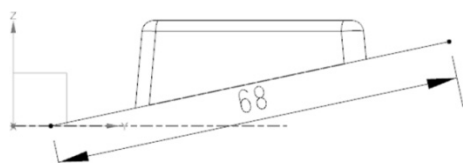

图 13-7 绘制一条直线
(18) 单击“拉伸”按钮，在【拉伸】对话框中单击“绘制截面”按钮，以 ZOY 平面为草绘平面，绘制一条直线，如图 13-7 所示。